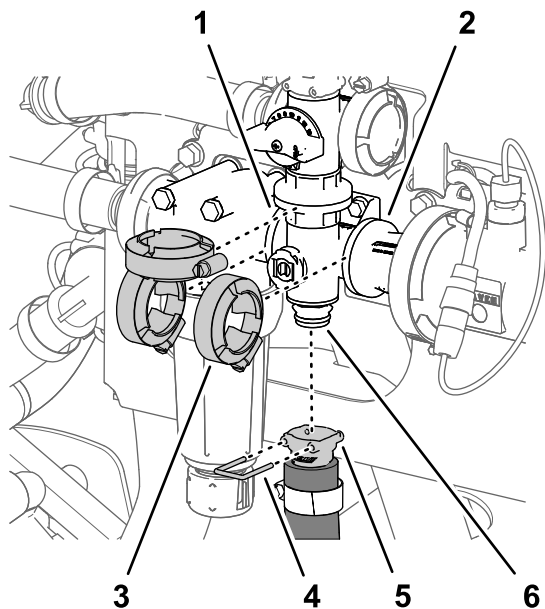

Bild 123
- Entfernen Sie den Schnellkupplungsstift, mit dem die Schnellkupplung für den Rührwerkschlauch am Verteiler für das Rührwerkventil befestigt ist (Bild 123).
- Entfernen Sie die drei Flanschklammen, mit denen der Rührwerkventilverteiler an den Flanschen des Druckfilterkopfs und dem Kupplungsadapter befestigt ist (Bild 123).